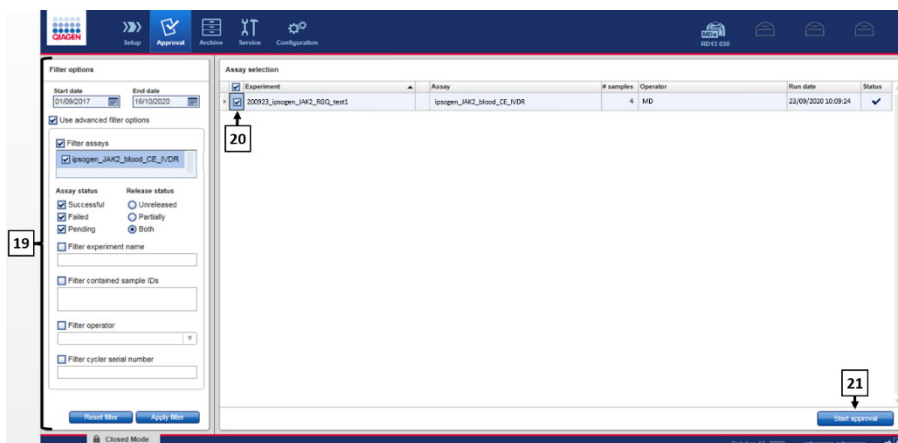

Figura 15. Aprobación de la serie: selección del experimento. 19: Opciones de filtro. 20: Selección de ensayo. 21: Botón Start approval (Iniciar aprobación).
- Aplique las opciones de filtro (Figura 15, casilla 19) para seleccionar el experimento que se va a aprobar (Figura 15, casilla 20). A continuación, haga clic en **"Apply"** (Aplicar) (Figura 15, casilla 21).